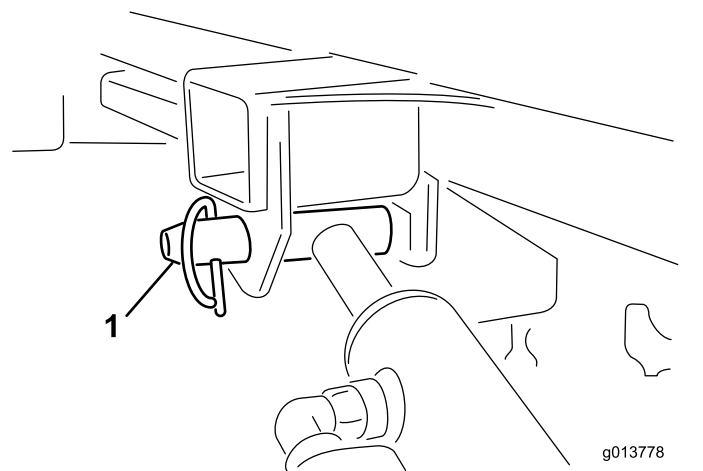

Figura 51
11. Con una mano, tenete fermo il cilindro di sollevamento. Con l'altra mano staccate il perno di bloccaggio del cilindro di sollevamento (Figura 51).